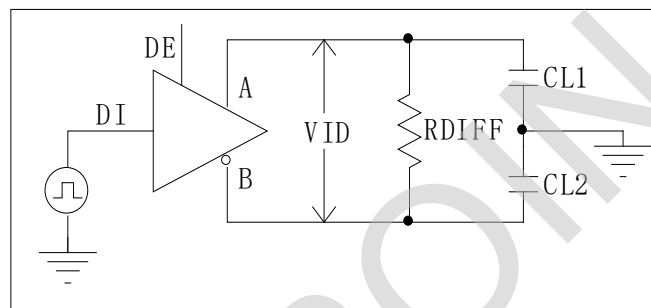
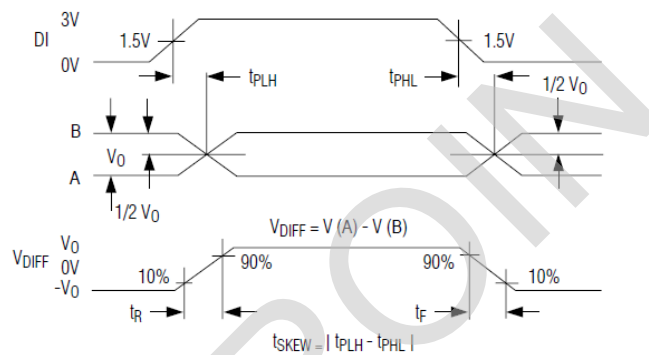

图 2 驱动器时序测试电路
图 6 驱动器传输延时
- (2) 测试线路见图2, 时序见图6
收发器设计用于多点总线传输线上的双向数据通信。图 6 显示了典型的网络应用电路。这些器件也能用作电缆长于 4000 英尺的线性转发器。为减小反射，应当在传输线两端以其特性阻抗进行终端匹配，主干线以外的分支连线长度应尽可能短。